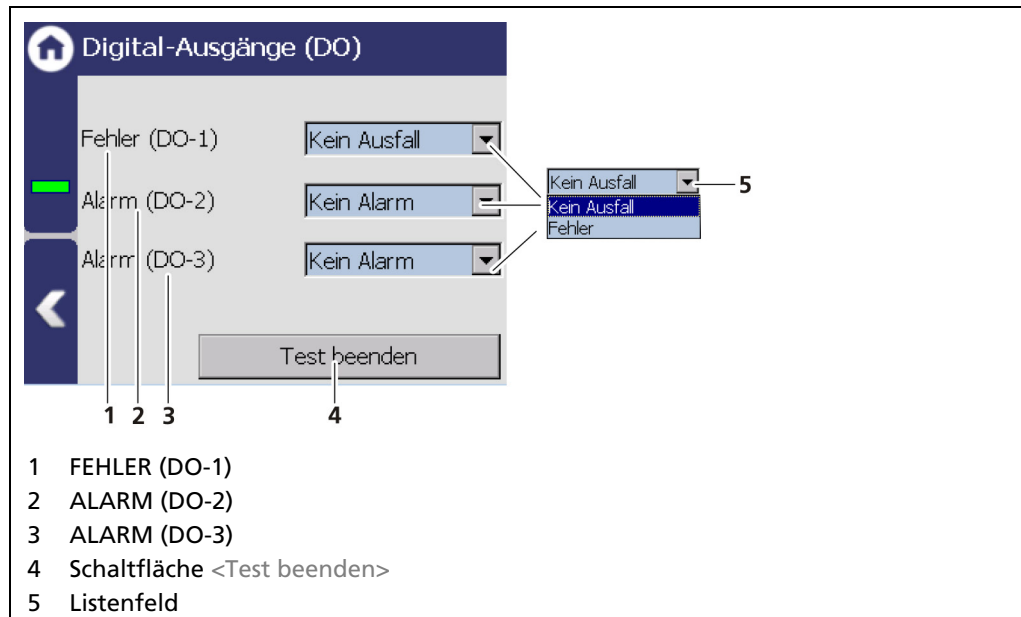

Abb. 99 Digital Ausgang Simulation
1. Klicken Sie auf das Eingabefeld (Abb. 99, Pos. 1) und geben Sie den Soll-Wert für die Simulation ein.
3. Klicken Sie auf die Schaltfläche <Test beenden> (Abb. 99, Pos. 3), um die Simulation zu stoppen.